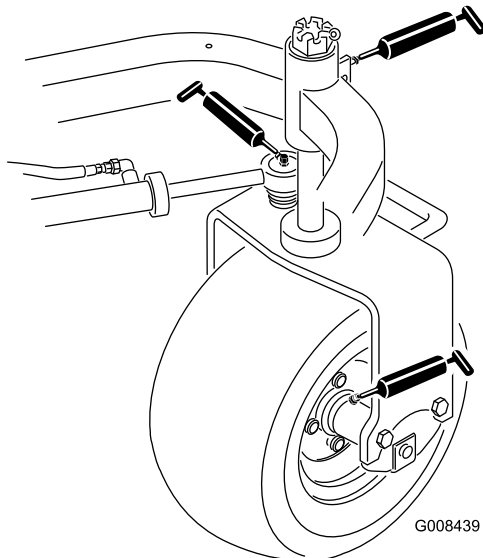

Figure 33
- Moyeu de roue arrière (1) (Figure 33)
- Roulement de roue pivotante (1) (Figure 33)
- Vérin de direction (2) (Figure 33)